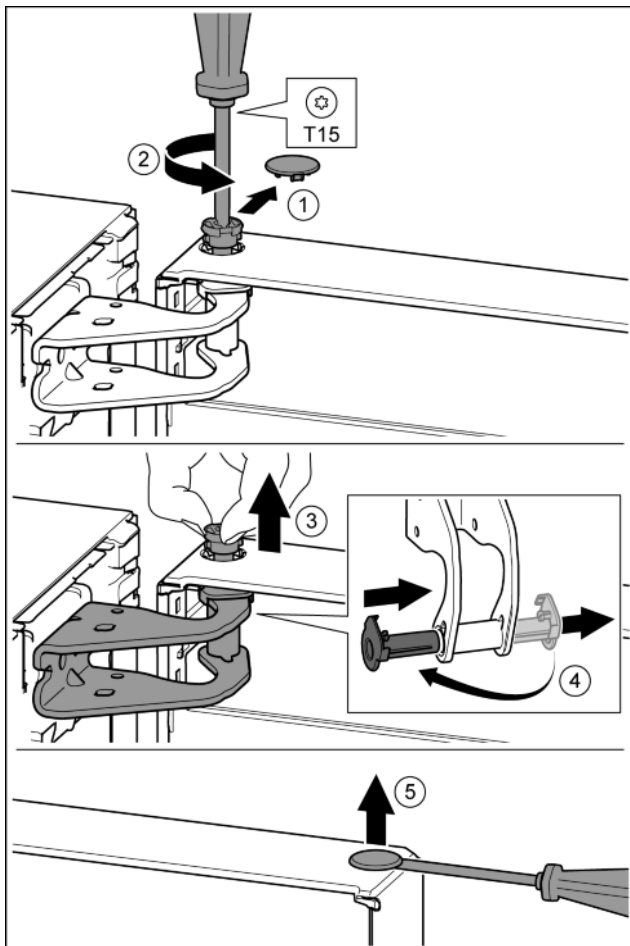

Fig. 11
- ▶ Свалете внимателно предпазния капак. Fig. 11 (1)
- ▶ С отвертка T15 отвийте малко болта. Fig. 11 (2)
- ▶ Дръжте здраво вратата и с пръсти извадете болта. Fig. 11 (3)
- ▶ Извадете лагерната втулка от водача. Поставете от другата страна и фиксирайте. Fig. 11 (4)
- ▶ С плоска отвертка внимателно повдигнете тапата от лагерната втулка на вратата и я извадете. Fig. 11 (5)